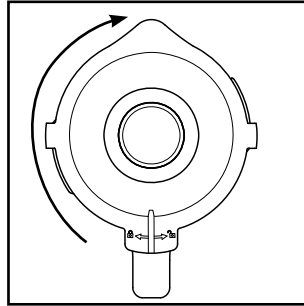

Abb.2
- 4) Drücken Sie den Deckel **2** versetzt wieder fest auf den Mixbehälter **3** auf. Schließen Sie den Deckel **2**, indem Sie ihn im Uhrzeigersinn in die Position  drehen, bis er hörbar einrastet (siehe Abb. 2). Achten Sie darauf, dass die Ausgießnase am Mixbehälter **3** verschlossen ist. Nur wenn der Deckel **2** bündig aufgesetzt ist, kann der Motor starten.